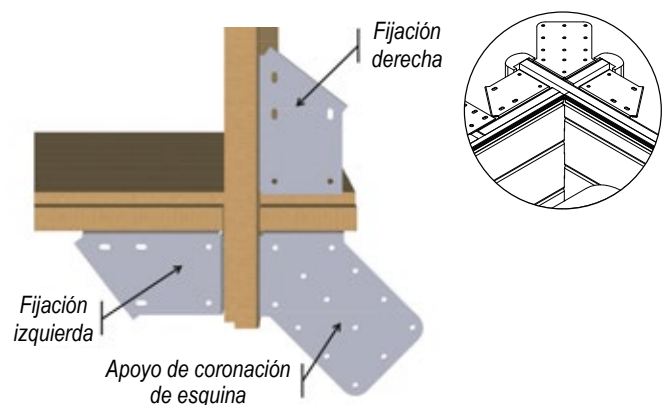

Figura 20 – Colocación de herrajes en esquinas
- En las esquinas, coloque cuatro herrajes «derechos» y cuatro herrajes «izquierdos», así como cuatro soportes de las coronaciones de esquina, de acuerdo con la **Figura 20**. Utilice 4 tornillos torx 6 × 20 de acero inoxidable A2 (bolsa G) por escuadra y 6 tornillos torx de acero inoxidable 6 × 20 A2 (bolsa G) por herraje, para un total de 64 tornillos.